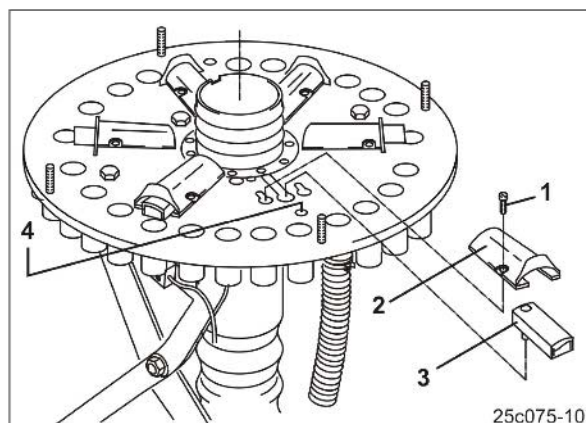

Fig. 130
Die Schieber (Fig. 130/2) bei Nichtgebrauch deaktivieren. Deaktivierte Schieber verschließen die Zuläufe zu den Fahrgassenscharen nicht.
5. Schrauben (Fig. 130/1) lösen.
6. Schiebertunnel (Fig. 130/2) entfernen.
7. Der Schieber (Fig. 130/3) steckt, wie dargestellt, in der Führung.
8. Schieber (Fig. 130/3) umdrehen und in die Bohrung (Fig. 130/4) stecken.
9. Schiebertunnel (Fig. 130/2) auf der Grundplatte anschrauben.